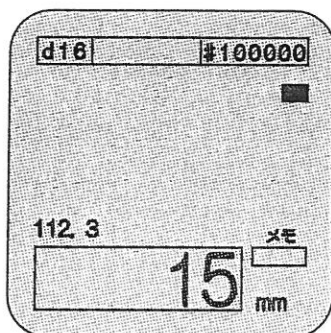
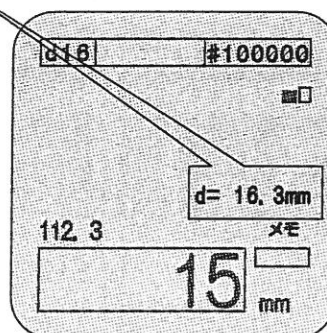

図58
図59
- 図58が短時間表示されたあと、測定結果(鉄筋径)が表示されます。(図59参照)